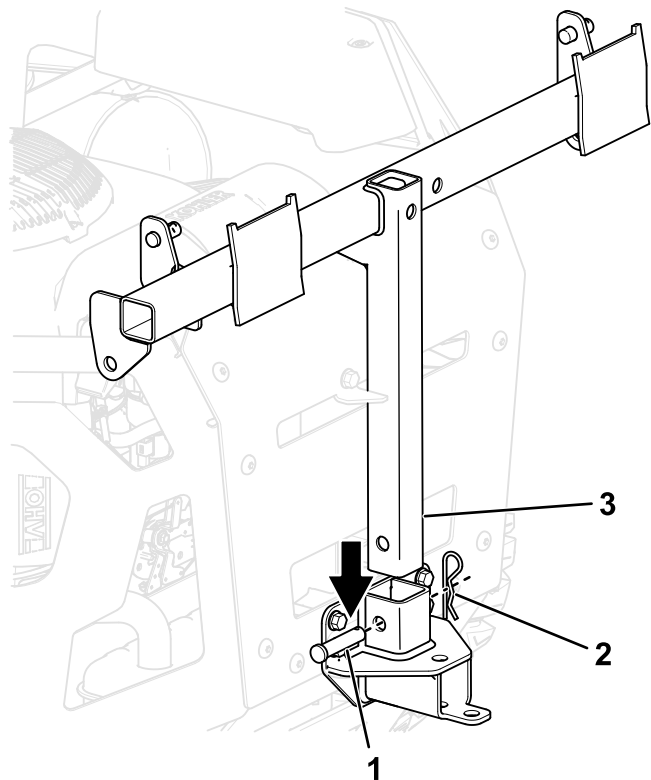

Figura 15
4. Instale a estrutura do depósito de recolha no suporte de montagem do depósito de recolha utilizando o passador de forquilha longo e um perno de gancho (**Figura 15**).